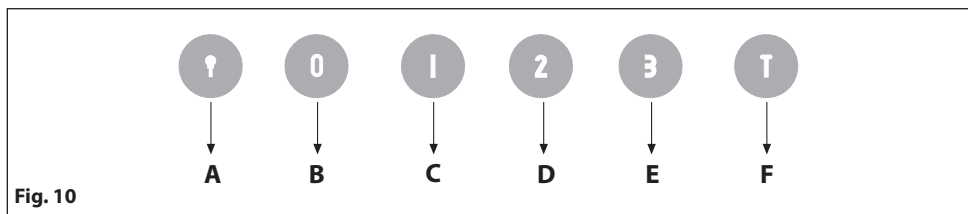

Fig. 10
• **Comandi (Fig.10) luminosi** la simbologia è di seguito riportata: